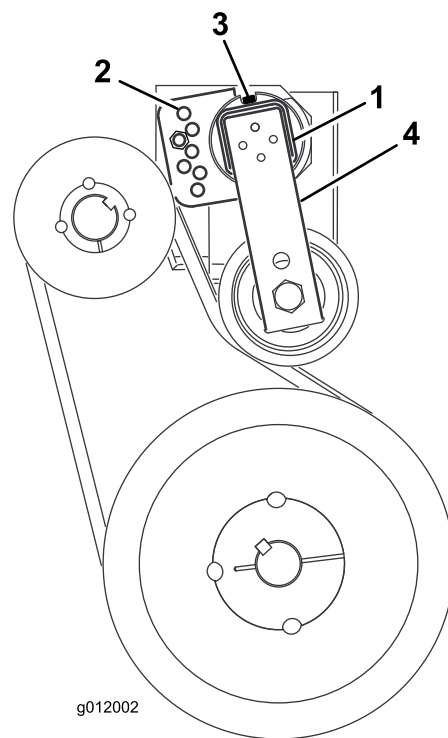

Bild 14
3. Entfernen Sie die Kopfschraube und Mutter, mit denen die Spannvorrichtungsführung am Bläserahmen befestigt ist (Bild 14).
4. Lösen Sie hinten am Rahmen die Kopfschraube, mit der die Spannvorrichtung des Riemens am Rahmen befestigt ist (Bild 14).
6. Setzen Sie die Kopfschraube in die ausgefluchteten Führungslöcher ein und befestigen sie mit der Mutter (Bild 14).